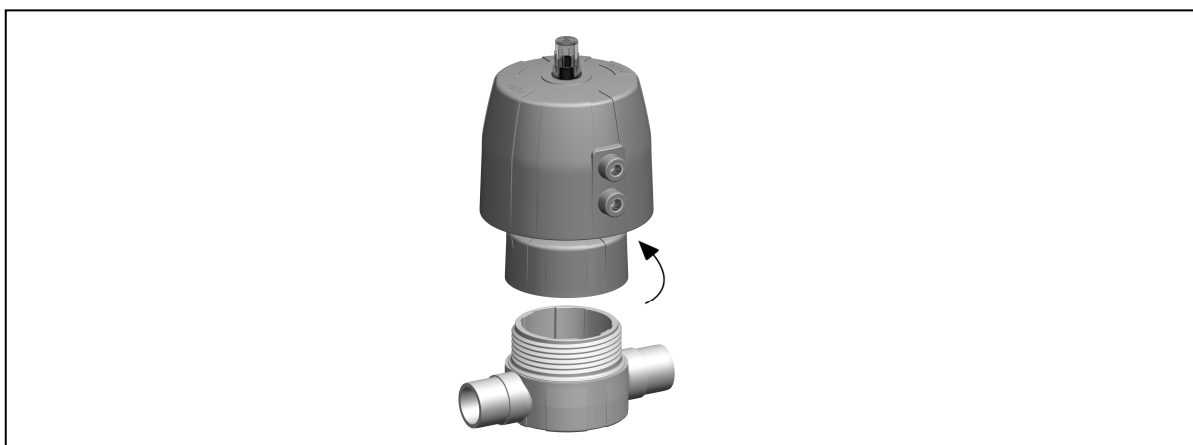

Рис. 13
- ▶ Открытая гайка жилья, см. рис. 13. Используйте рывок ремня / специальный инструмент для открытого это.